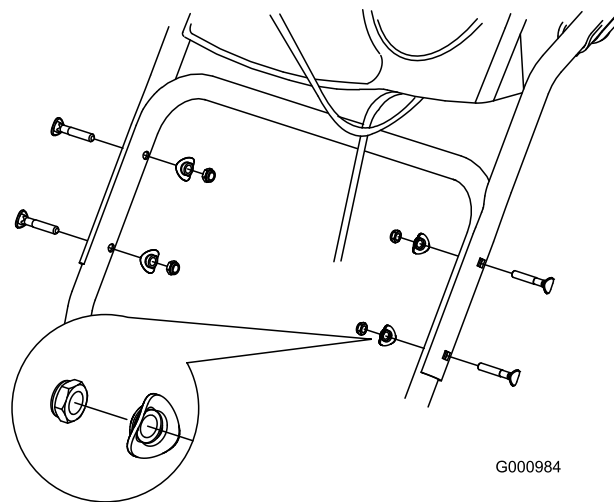

Рисунок 5
2. Закрепите верхнюю рукоятку четырьмя болтами, четырьмя изогнутыми шайбами и четырьмя контргайками из комплекта крепежных деталей (Рисунок 5).